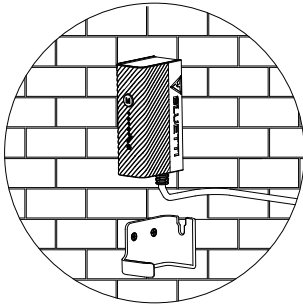

Figure 6-6-5
Étape 4 : Alignez la boucle du contrôleur sur la fente en U et poussez le contrôleur vers le bas jusqu'à ce qu'il s'enclenche. Voir Figure 6-6-5 et Figure 6-6-6.